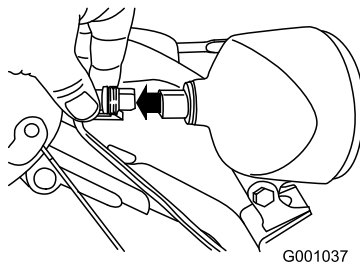

Figura 58
1. Togliete il connettore del cavo dal retro del faro (Figura 58).